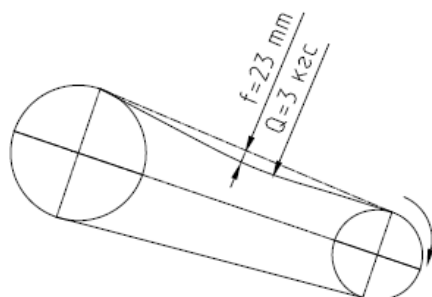

Рис.11 Схема проверки натяжения клиновых ремней
- проверьте натяжение ремней. Прогиб ремня в натянутом состоянии должен соответствовать (рис.11)